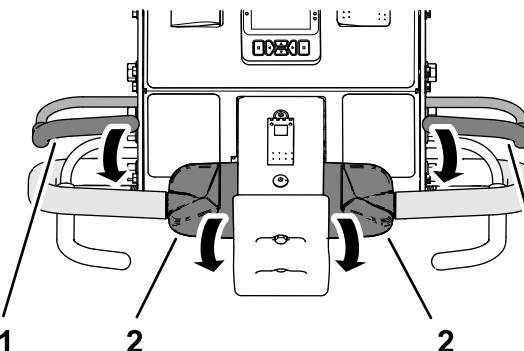

Figura 33
- Premete una qualsiasi delle barre di presenza dell'operatore contro la maniglia e ruotate in avanti la parte superiore del comando di trazione (Figura 33).